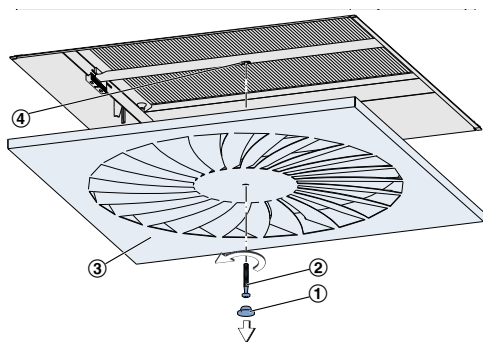

Fig. 8 : Retrait de la façade du diffuseur
1. ► Retirer l'embout décoratif (Fig. 8 /1) de la façade du diffuseur (Fig. 8 /3). **Pour la façade du diffuseur de type PCD (PRO-CONDIF) :** retirer le nid d'abeilles central.
2. ► Retirer la vis de fixation centrale (Fig. 8 /2) puis la façade du diffuseur.